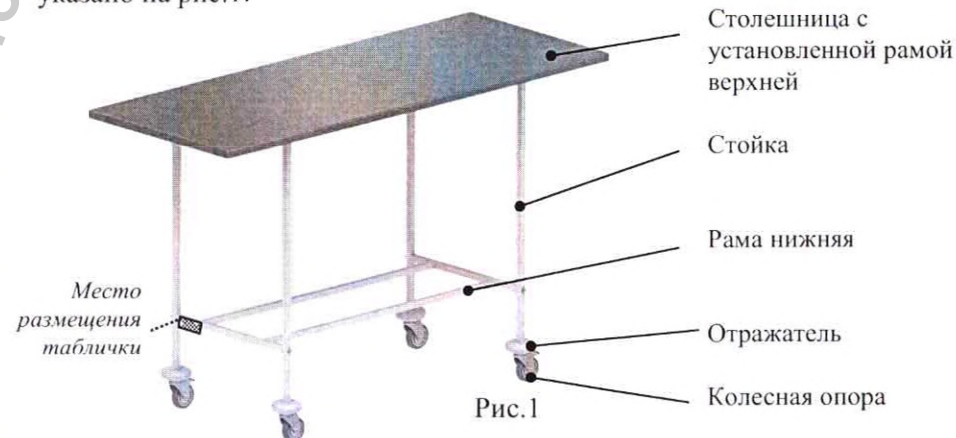

Рис.1
- 4.3. На раму нижнюю наклеить маркировочную табличку (наименование изделия, зав. №, год выпуска). Место установки маркировочной таблички указано на рис. 1.